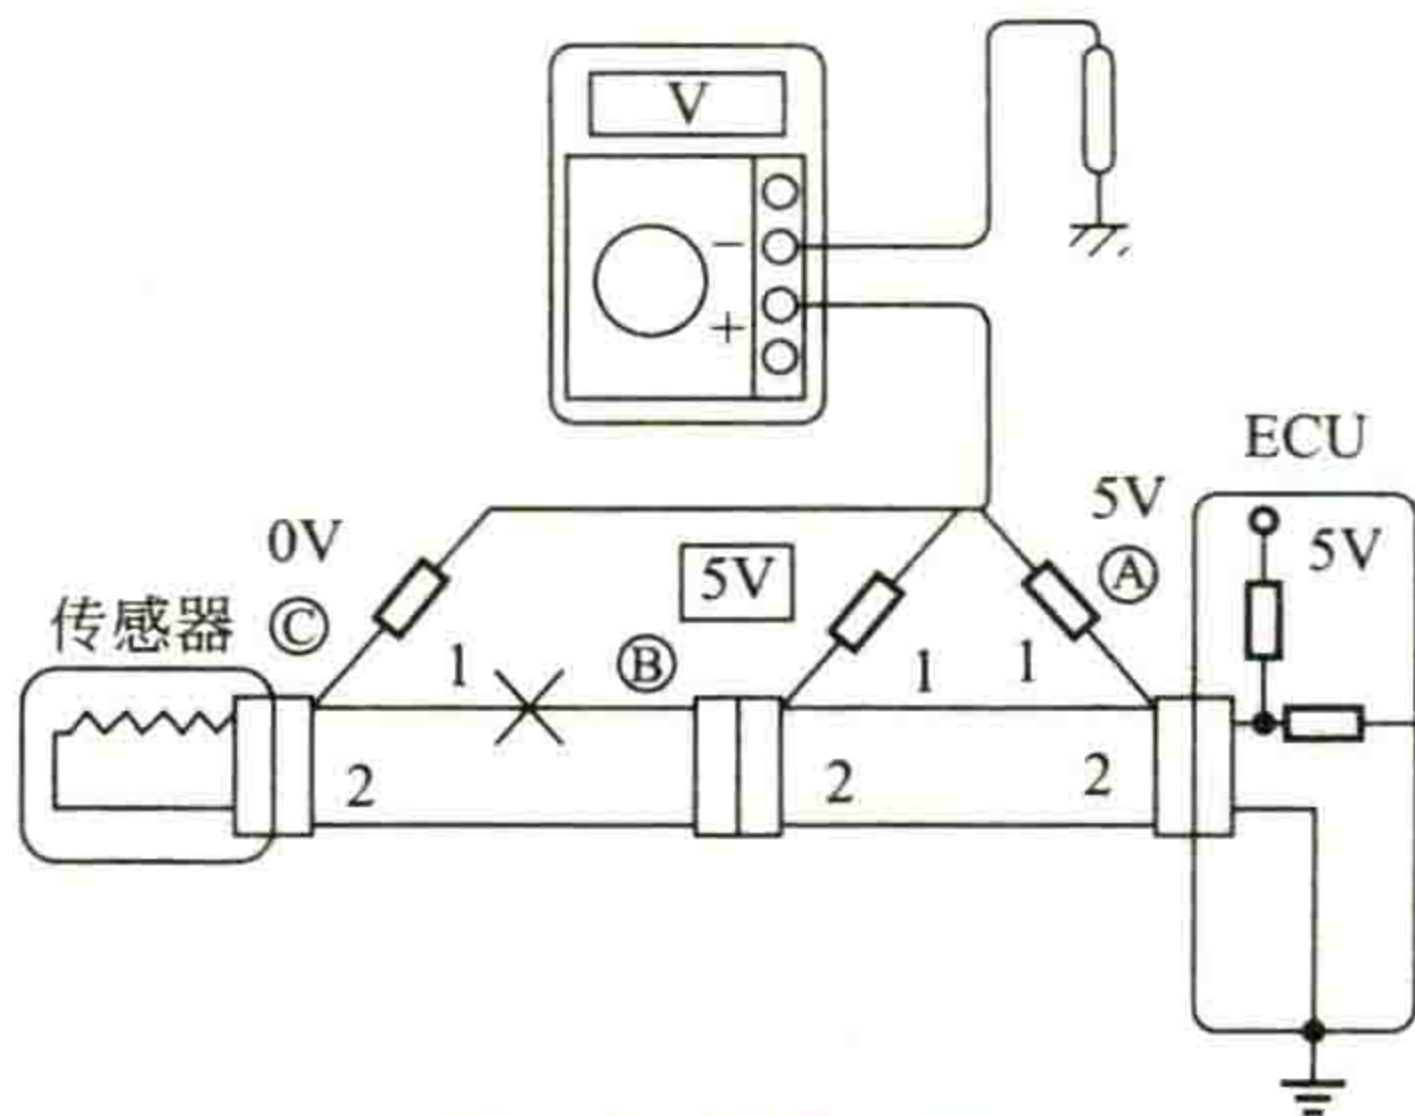

图 1-8 测量电压
(5) “检查电压”的方法 如图1-8所示,在ECU连接器端子加有电压的电路中,可以用“检查电压”的方法来检查断路故障。在各连接器接通的情况下,ECU输出端子电压为5V的电路中,如果依次测量连接器①的端子1、连接器②的端子1和连接器③的端子1与车身(搭铁)之间的电压,测得的电压值分别为5V、5V和0V,则可以判定:在②的端子1与③的端子1之间的配线有断路故障。